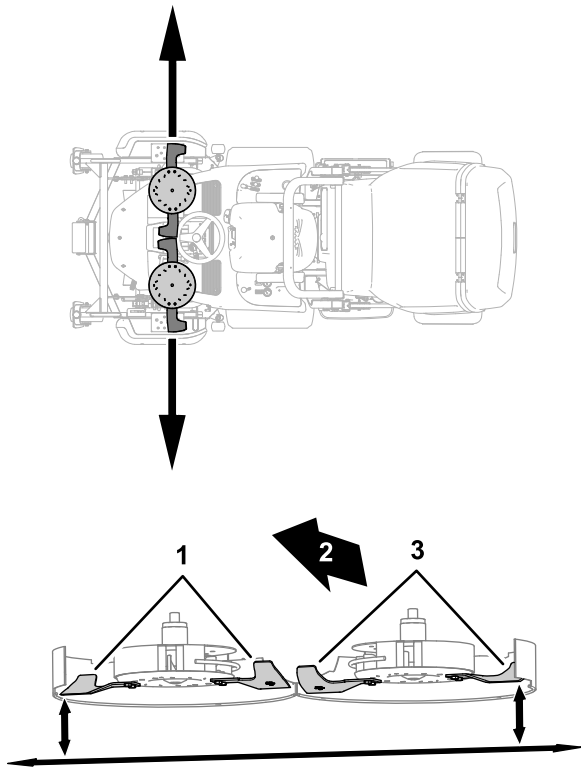

Figura 122
3. Aliniați o lamă aripă în poziția cea mai exterioară (Figura 122).
4. Măsurai distanța dintre sol și punctul cel mai exterior al marginii de tăiere a lamei cu un calibru de măsurat (Figura 122).
5. Aliniați lama aripii de pe cealaltă parte a punii mâinii de tuns iarba în poziția cea mai exterioară (Figura 122).
6. Măsurai distanța dintre sol și punctul cel mai exterior al marginii de tăiere a lamei cu un calibru de măsurat (Figura 122).
8. Măsurai punctul cel mai exterior al marginilor de tăiere ale lamei (Figura 122).